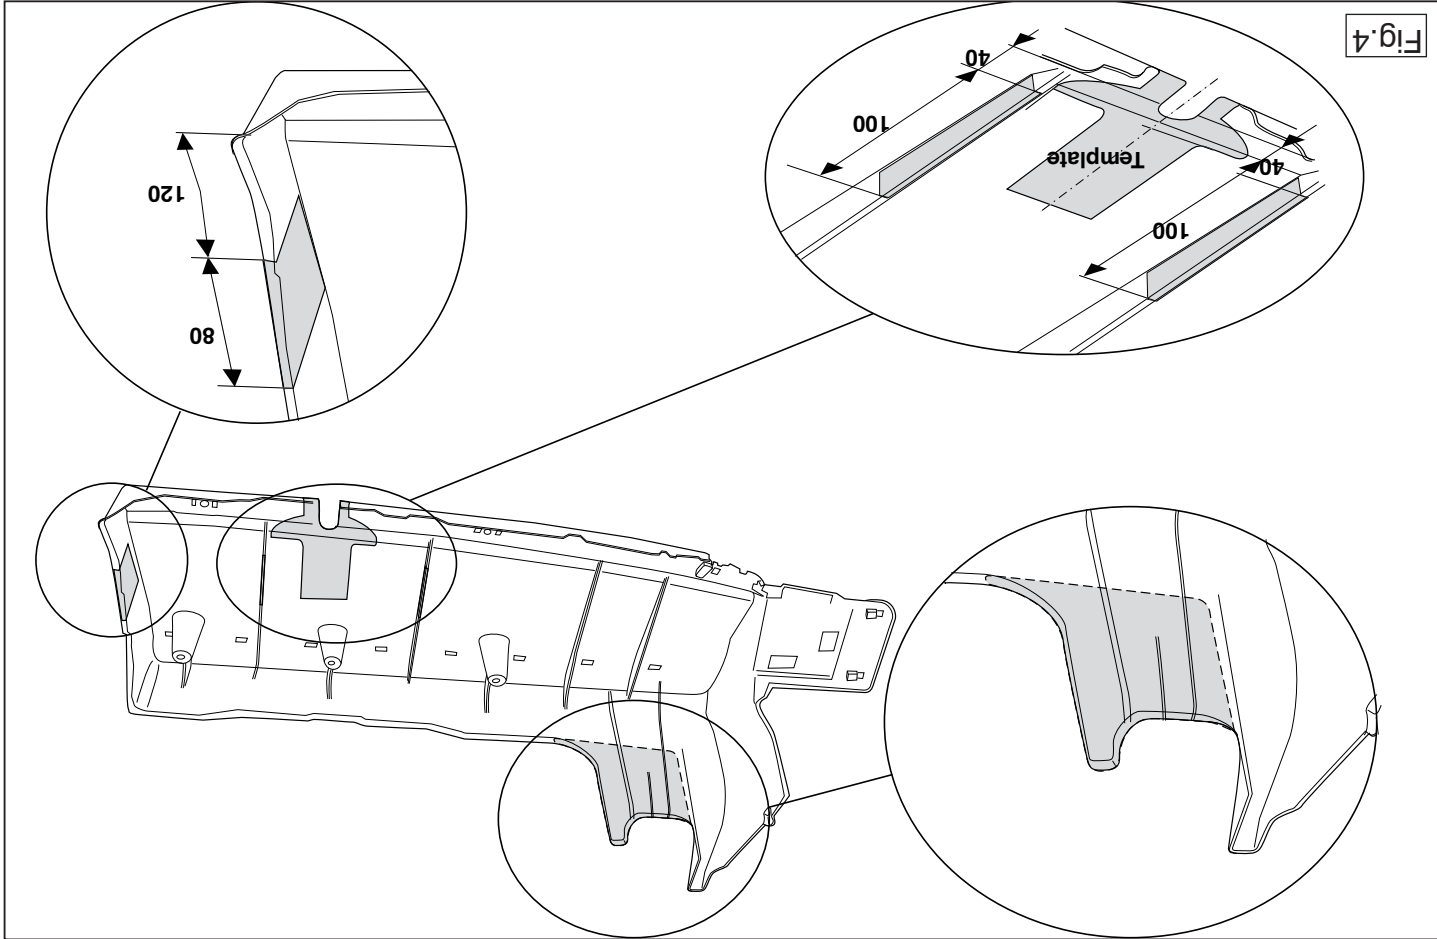

Fig. 4
4. Scier les parties indiquées conformément à la figure 4.
4. Gemäß Abb. 4 die angegebenen Teile heraussägen.
4. Såga ut delarna enligt fig. 4.
4. Serrar las partes indicadas en la fig. 4.